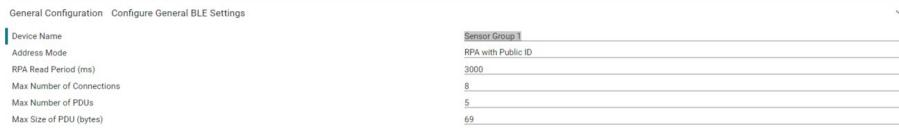

FIGURE 5 – BLE device name modification
1. Modification du *Device Name*, la figure 5 montre où il faut modifier le nom du dispositif. Ceci sera le *Complete Local Name*, dans ce cas il est *Sensor Group 1*, cependant vous pouvez choisir celui que vous préférez.